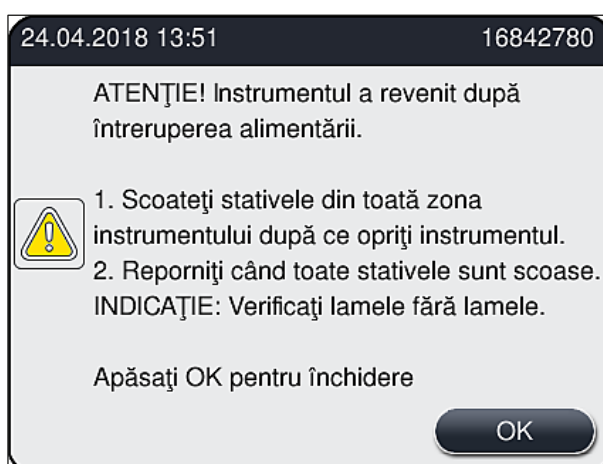

Fig. 108
- După reluarea alimentării cu energie, instrumentul efectuează o repornire automată. Utilizatorul este informat cu privire la întreruperea alimentării cu energie printr-un mesaj de informare (→ Fig. 108) de pe ecran, iar evenimentul este introdus în jurnalul de evenimente.
- ① După reluarea alimentării cu energie, instrumentul efectuează o repornire automată. Se emite un semnal acustic de avertizare și un mesaj de avertizare este afișat pe ecran (→ Fig. 108).
Urmați apoi instrucțiunile din mesajul de informare (→ Fig. 108) și îndepărtați lamele din instrument.